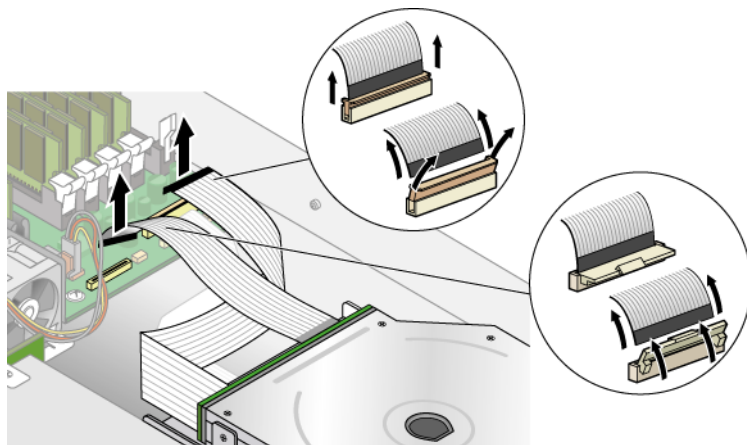

图 3-14 断开 CD-ROM/DVD-ROM/软盘驱动器部件的电缆连接
2. 从主板上拔下 CD-ROM/DVD-ROM/软盘驱动器的带状电缆（请参见图 3-14）。